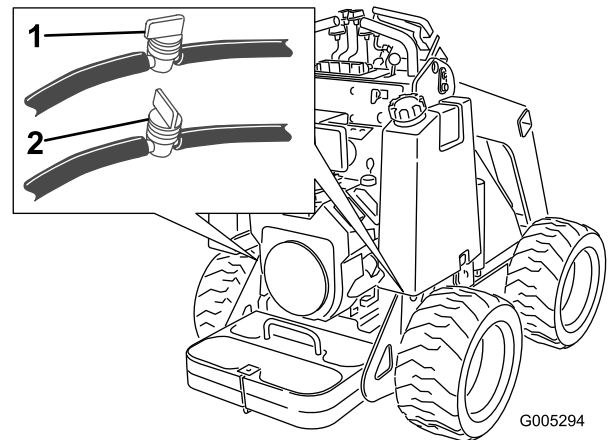

Рисунок 28
2. Закройте топливный клапан на днище каждого топливного бака (Рисунок 28).
3. Закройте топливные клапаны в шлангах около днищ топливных баков (Рисунок 28).
- Откройте топливные клапаны в шлангах около днищ топливных баков, как показано на Рисунок 28.